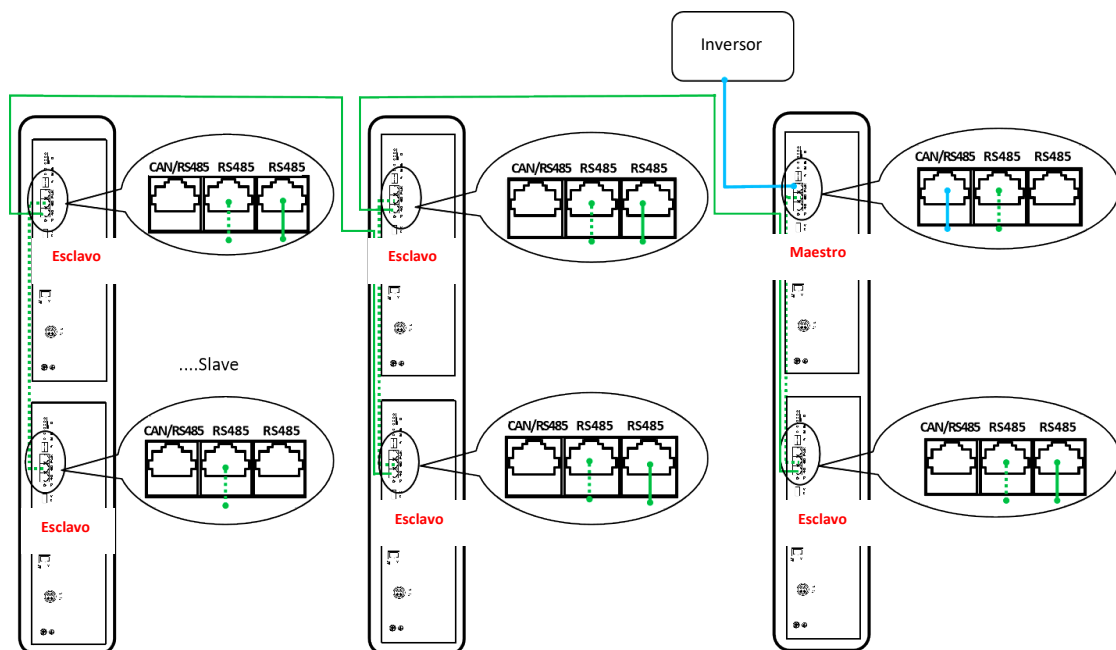
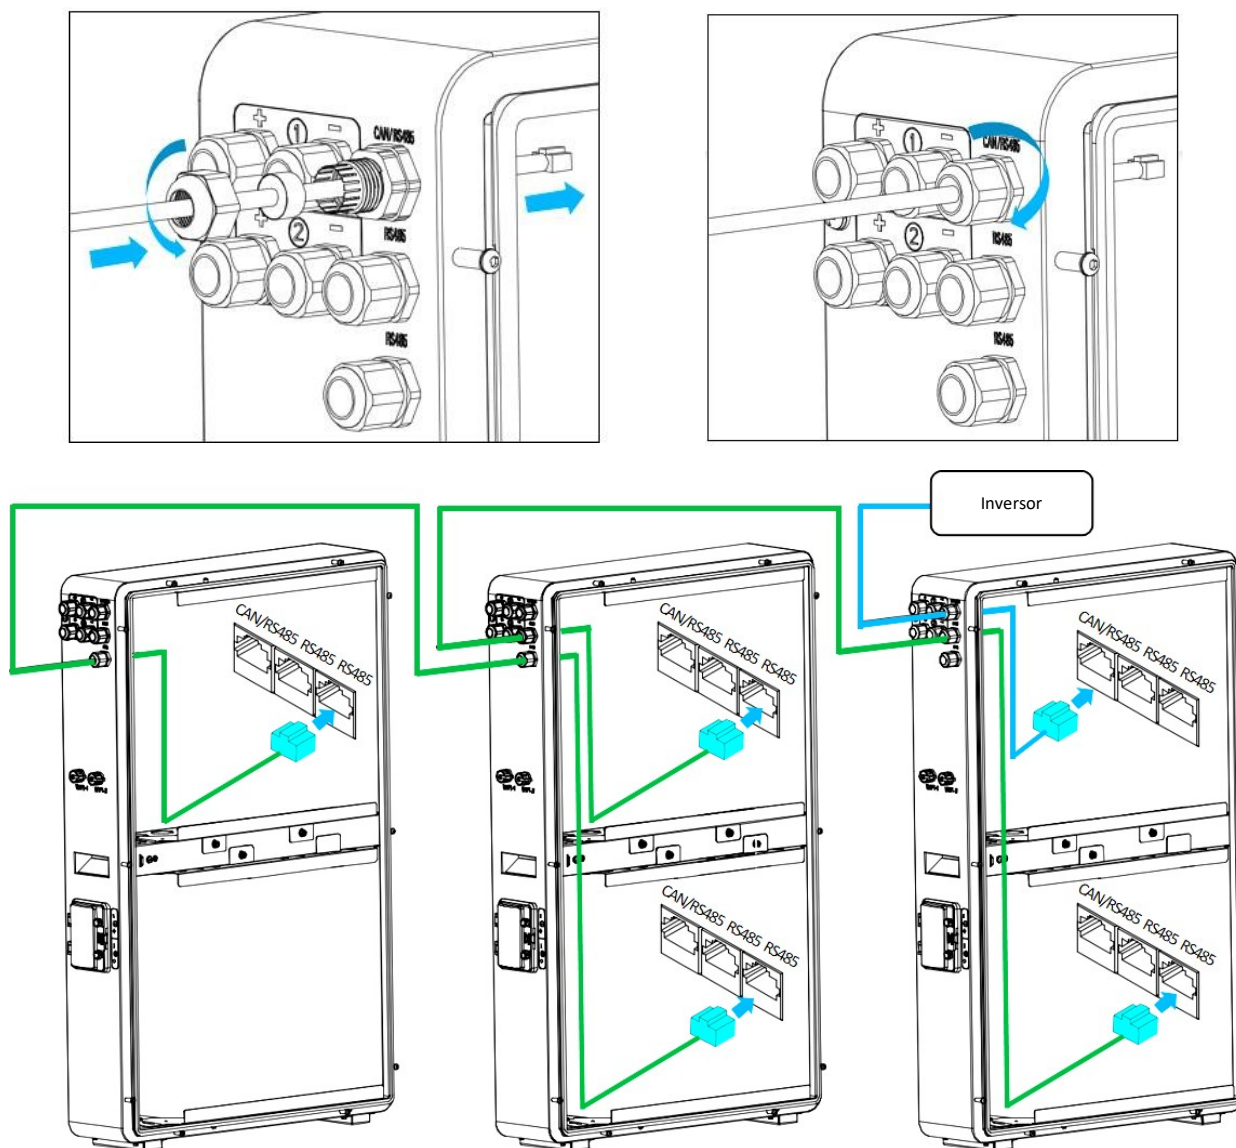

Fig. 5.3.1 Conexión del cable de comunicación-3 en paralelo(30kWh)
Fig.5.3.2 Conexión del cable de comunicación
4. Enchufa el cable de comunicación al puerto RJ45 correspondiente, consulta la fig. 5.3.1 y la fig. 5.3.2.